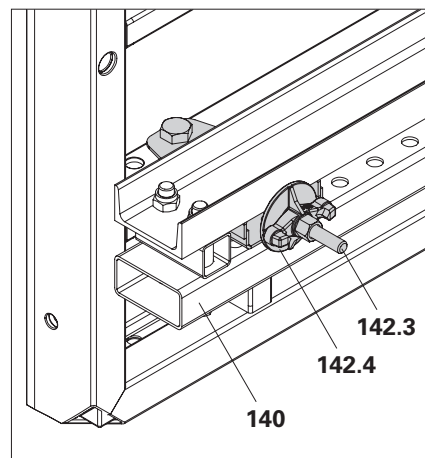

Fig. C1.04a
■ Il corrente cassaforma 150 CB (110) è fissato di serie all'adattatore morsa MX/TR-SRU (142) con la barra di ancoraggio DW 15 (142.3) e la contropiastra con dado ad alette DW 15 (142.4). (Fig. C1.04a)
4. Fissare il corrente cassaforma 150 CB (**110**) sulla cassaforma con la barra di ancoraggio DW 15 (**142.3**) e la contropiastra con dado ad alette DW 15 (**142.4**). (Fig. C1.04a)